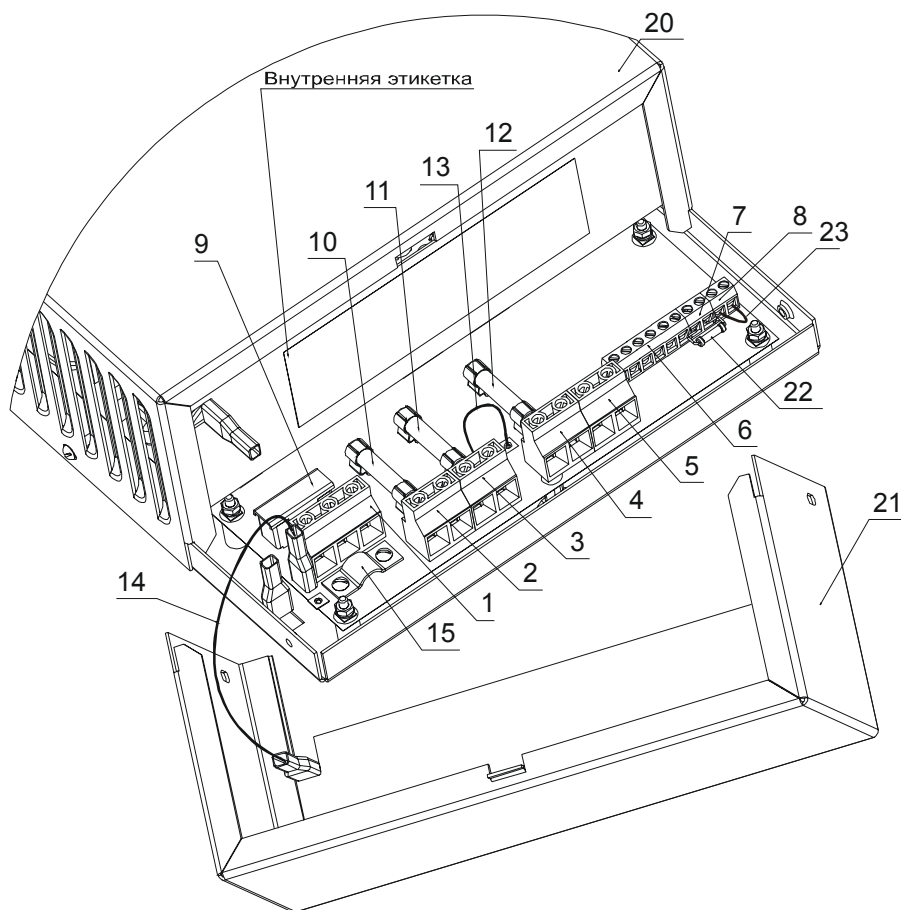
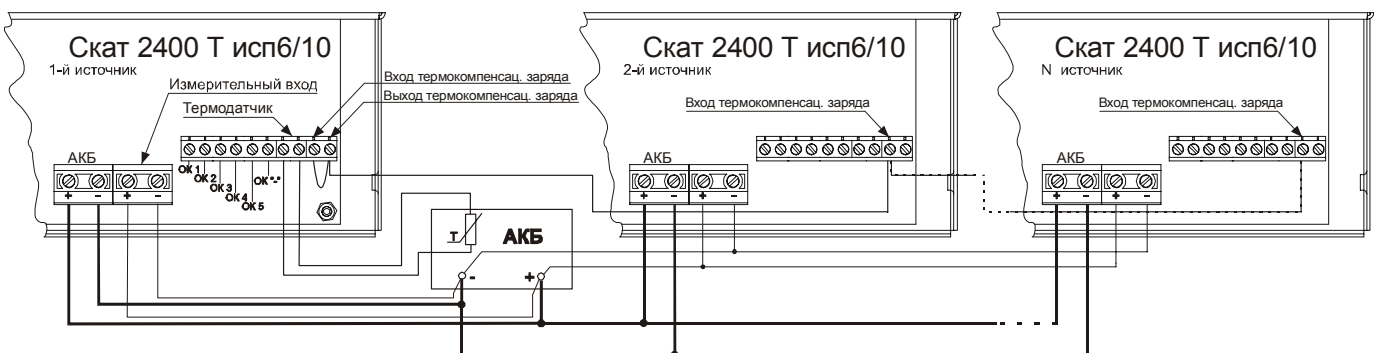

Рис.1
Рис.7
Источник размещен в металлическом корпусе, состоящем из дна, кожуха основной и кожуха монтажного отсека. Кожух основной скрывает радиоэлементы, не требующие обслуживания при эксплуатации источника, под кожухом монтажного отсека расположены элементы коммутации и защиты (рис.1), которые размещены на печатной плате.
В источнике реализована возможность управления термокомпенсацией заряда. При использовании одного источника вход и выход термокомпенсации (колодка 8 рис.1) должны быть замкнуты перемычкой (заводская установка). При использовании нескольких источников выход термокомпенсации источника, к которому подключен термодатчик, должен быть соединён с входами термокомпенсации остальных источников (см. рис.7).
В источнике реализована возможность управления нагревательным элементом, который может быть использован для обогрева АКБ в случае её эксплуатации при отрицательных температурах окружающей среды. При перерезанной перемычке поз.13 рис.1 и установленной в держатель предохранителя выходного в цепи «Выход 2» плавкой вставки 10А 250В напряжение на выход «Выход 2» будет подаваться при температуре на корпусе АКБ 0 °С и отключаться при температуре на корпусе АКБ 10 °С.
Примечание: Если перемычка поз.13 рис.1 не перерезана, то выход «Выход 2» работает аналогично выходу «Выход 1» .
Снимите кожух монтажного отсека поз.21 рис.1 для доступа к элементам коммутации и защиты. При необходимости отсоедините перемычку заземления поз.14 рис.1.
- ◆ Подключите сетевые провода и провод заземления, или шнур питания сетевой (входит в комплект поставки) соблюдая фазировку, к соответствующим контактам колодки «Сеть», пропустив их под прижимной планкой (поз.15 рис.1), предварительно ослабив фиксирующие ее винты не более чем на 4-5 оборотов, после чего затяните винты прижимной планки до обеспечения жесткой фиксации проводов.
При подключении нескольких источников к одной АКБ необходимо руководствоваться схемой приведённой на рис.7. Подключение по такой схеме увеличивает ток заряда АКБ, при этом для питания нагрузок рекомендуется использовать выходы источников («Выход1» и «Выход2»). При необходимости питания мощной нагрузки (с максимальным током до 63А) рекомендуется подключать источники по схеме приведённой в приложении А, с использованием блока «БКА-У/63».